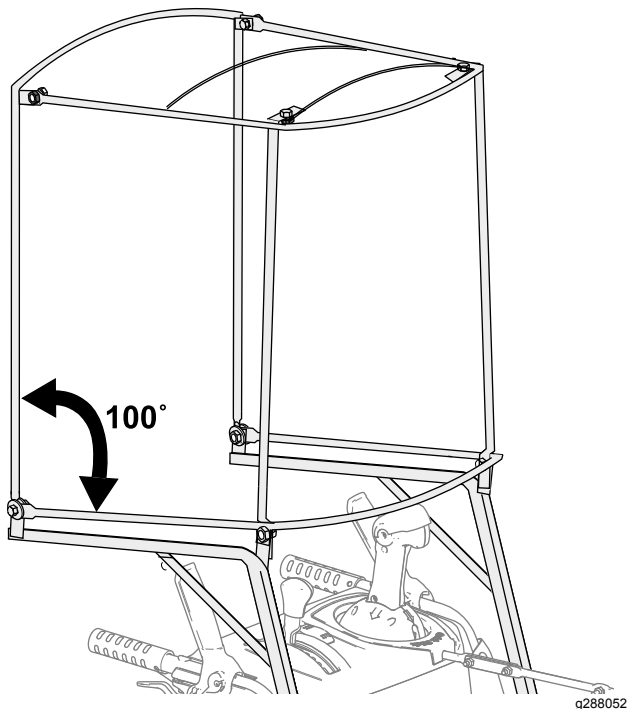

Figura 5
6. Asegúrese de que el ángulo entre el bastidor horizontal y el bastidor trasero es de unos 100° (Figura 5).